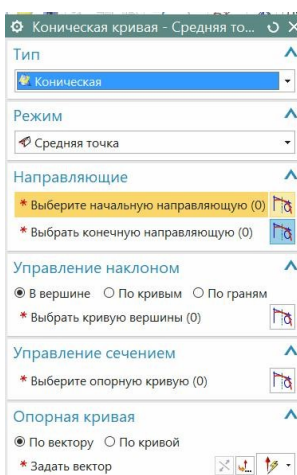

Рис.34
- Диалоговые окна этих команд меняются в зависимости от используемого **способа** построения (рис.34 - 36).